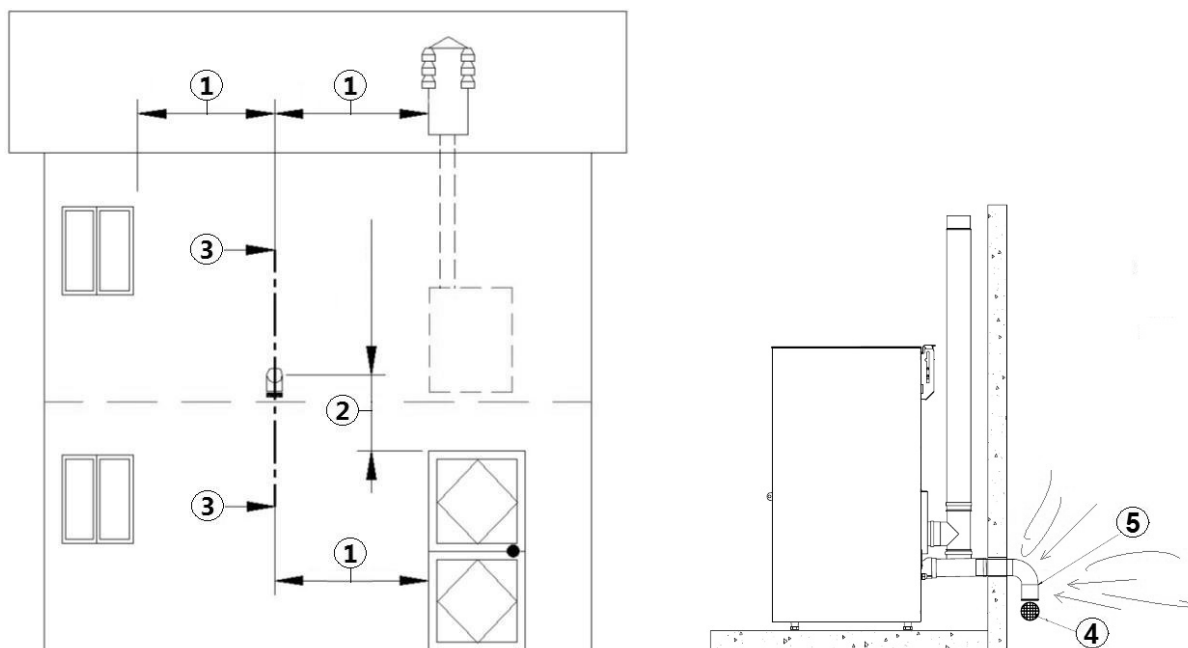

Fig. 10 - Chwyt powietrza przy instalacji z zamkniętą komorą
OPIS	Fig. 10
- Na zewnętrznej ścianie należy zainstalować rurowy łuk prostokątny 90° do ochrony dopływu powietrza do spalania przed działaniem wiatru; wlot łuku należy skierować ku dołowi, patrz **Fig. 10**.